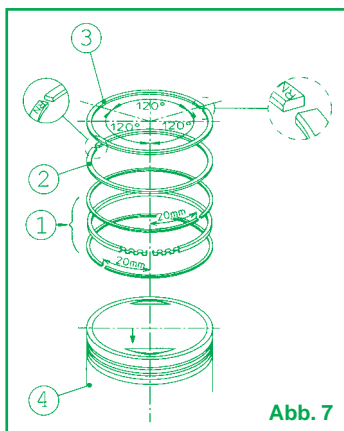

Abb. 7
- Das Spannband des Ölstreifers in die entsprechende Nut im Kolben einfügen, dann das untere und schließlich das obere Ölstreiferelement einlegen und so die Montage der Ölstreifer (Abb. 7 - Teil 1) abschließen.
- Das zweite Element wie auf der Abb. 7 - Teil 2 dargestellt, mit der Prägung N zum oberen Kolbenteil gerichtet montieren.
- Das zweite Element wie auf der Abb. 7 - Teil 3 dargestellt, mit der Prägung N zum oberen Kolbenteil gerichtet montieren.
- Die Öffnungen der Kolbenringe gemäß Abb. 7 anordnen.
- Den Kolben am Pleuel anordnen, dann den Kolbenbolzen einfügen. Sicherstellen, dass der am Kolbenfuß eingeprägte Pfeil zum Auslass gerichtet ist (Abb. 7 - Teil 4).
- Nochmals kontrollieren, dass die Öffnungen der Kolbenringe wie auf der Abb. 7 dargestellt angeordnet sind.